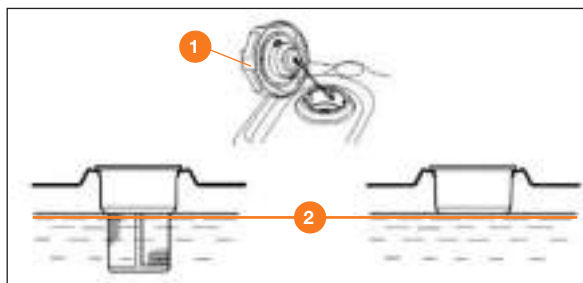

Рис. 19
- При низком уровне топлива долейте его до установленного уровня ❷. После заправки топливного бака надёжно затяните пробку заправочной горловины ❶ (Рис. 19).